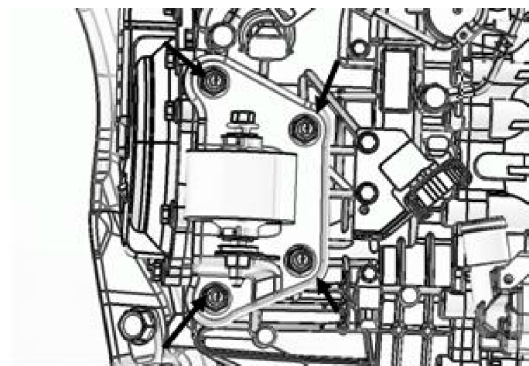

图 13
的 4 个螺母（如下图 13 所示），即可取下左悬置安装支座总成。
2.9.1 将更换后的发动机左悬置安装支座总成放入图 13 所示位置，然后在变速器凸缘螺栓上带紧 4 个螺母。
2.10.4 将发动机左悬置安装支架与变速箱凸缘螺栓上的四个螺母打力矩为 85 N.m（如图 13 所示）